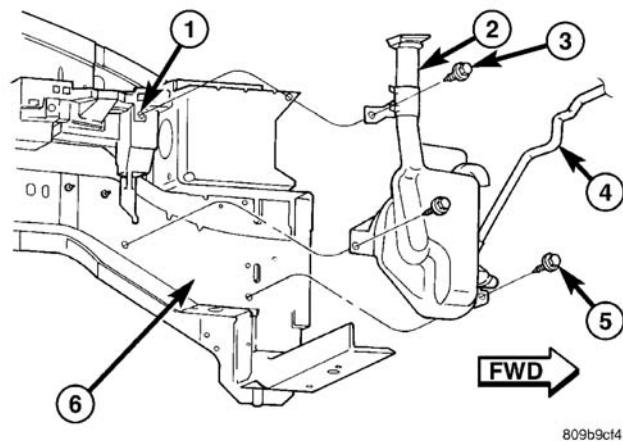

图 2 冷却液回收罐
冷却液回收/储存系统容器装在发动机舱内（图 2）。它由塑料制成。
- （2）拆卸下方的固定螺钉（图 2）。
- （4）拆卸上方的固定螺钉（图 2）。
- （5）断开回收罐处的回收软管（图 2）。
- （1）将回收软管连接至回收罐（图 2）。
- （2）将回收罐安放在车架纵梁上（图 2）。
- （3）安装上面的固定螺钉并拧紧至 7 N • m（60 in.lbs.）（图 2）。
- （5）安装下面的固定螺钉并拧紧至 8.5 N • m（75 in.lbs.）（图 2）。